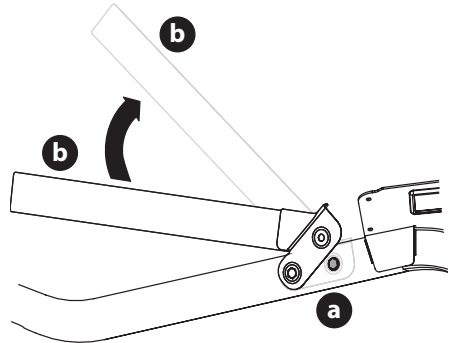

Figure 3
1. Retirez les deux boulons (a) partiellement installés sur le châssis (Figure 3).
2. Tournez l'arceau (b) pour le mettre en position (Figure 3).